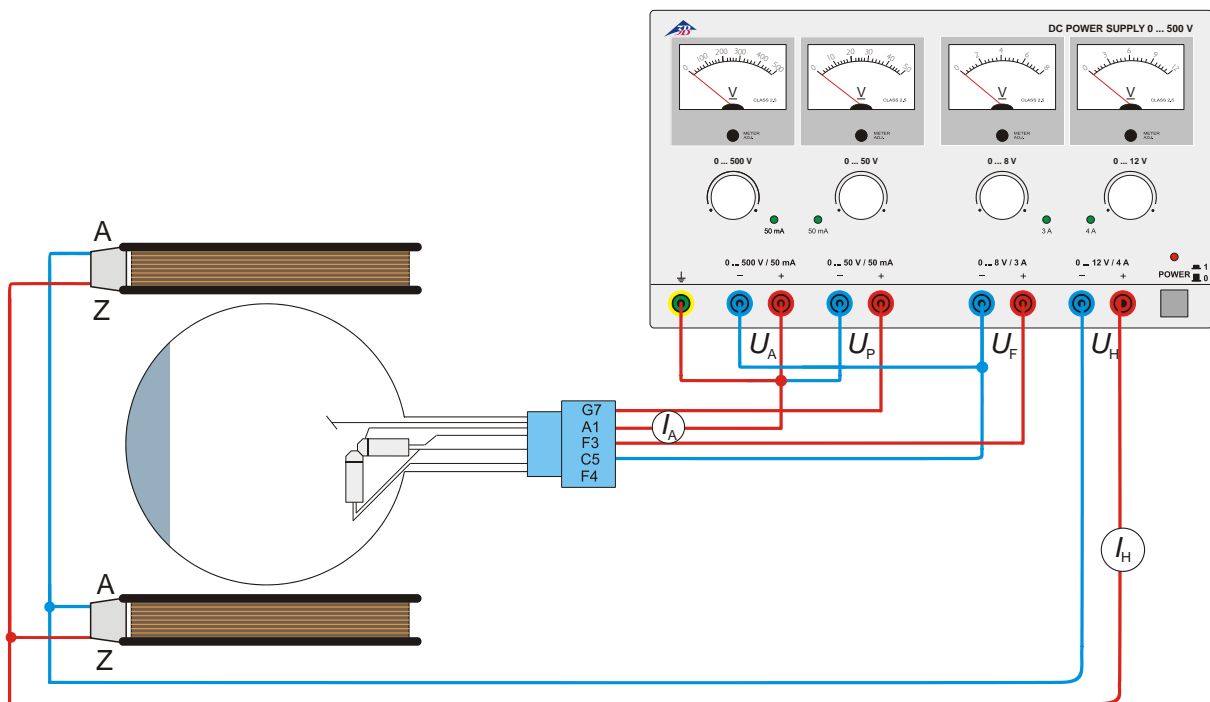

Fig. 3 Determinación de e/m por medio del cañón de electrones axial
- Realice el cableado del tubo de acuerdo con la Fig. 3.